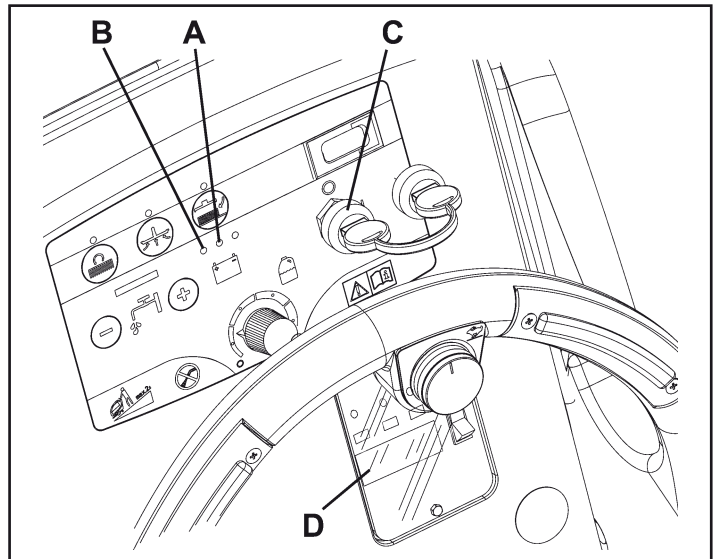

Figure 37
Charger les batteries lorsque le témoin lumineux jaune (A, Fig. 37) ou rouge (B) s'allume, ou à la fin de chaque cycle de nettoyage.
- Tourner la clé de contact (C, Fig. 37) sur "0".